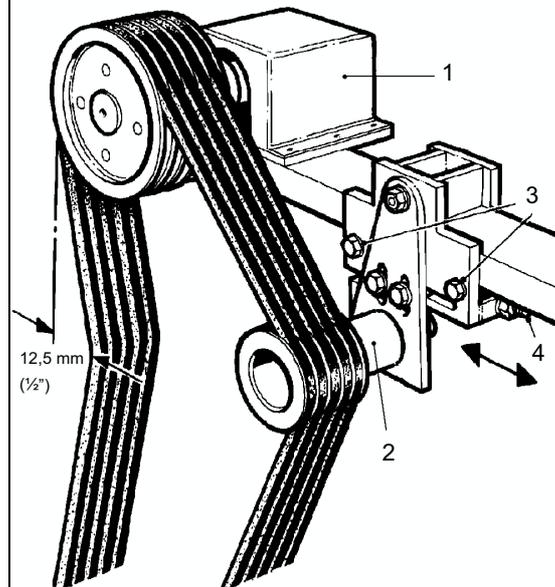

Fig. 33
Compruebe la tensión y desgaste de las correas del ventilador. Ejerciendo una presión moderada con el pulgar en el punto medio entre la polea del ventilador (1) y la polea del cigüeñal, debe obtenerse una flexión total de 12,5 mm ($\frac{1}{2}$ ") (vea la Fig. 33). Si hay defectos en una o más correas del ventilador, **cambie siempre el juego completo de correas** y compruebe la alineación entre la polea del ventilador y la polea del cigüeñal. Si precisan ajustarse, afloje los dos pernos trabadores (3) y ajuste con la tuerca (4) en uno u otro sentido. Una vez completado el ajuste, apriete los pernos trabadores (3) y la tuerca de ajuste (4).